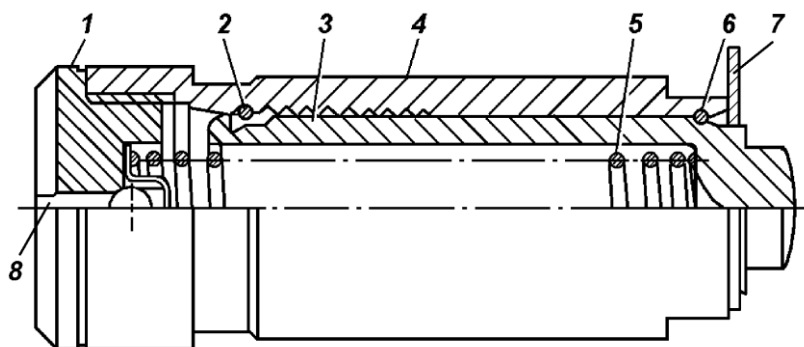

Рис.25. Гидронатяжитель:
**Гидронатяжитель** (рис.25) – стальной, выполнен в виде подобранной по зазору плунжерной пары, состоящей из корпуса 4 и плунжера 3. Гидронатяжитель обеспечивает постоянное натяжение цепи и гашение её колебаний за счет давления масла в системе смазки, и действия пружины плунжерной пары.